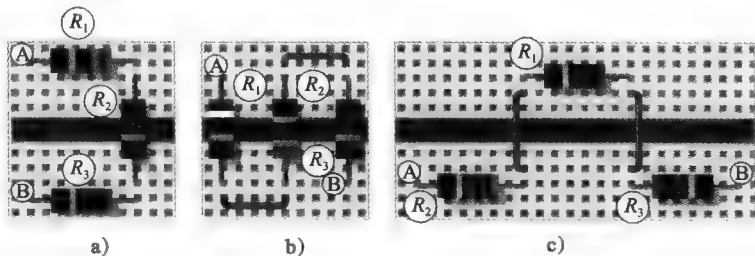

图 4-14
1. 计算图4-14中各个电路A点与B点之间的 R_T 。其中，图4-14a中电阻 R_1 的色环颜色分别为：橙、橙、黑、金；电阻 R_2 的色环颜色分别为：棕、黑、棕、金；电阻 R_3 的色环颜色分别为棕、黑、黑、金。图4-14b中电阻 R_1 的色环颜色分别为：橙、白、黑、金；电阻 R_2 的色环颜色分